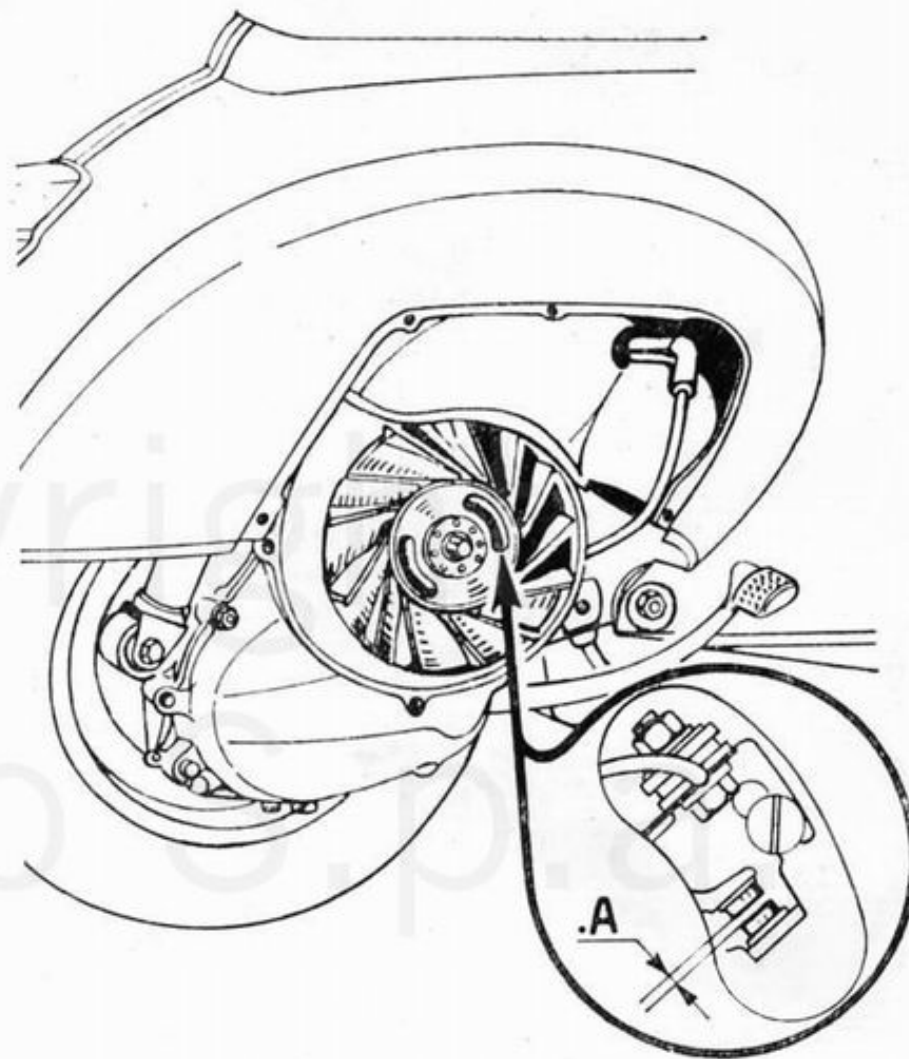

Fig. 16 - Registrazione puntine del ruttore
4) - Pulire, e se necessario registrare, le puntine platinatè del ruttore (fig. 16).